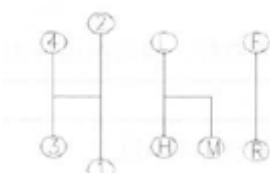

Figura 3-2 Diagrama esquemático de varias combinaciones de las posiciones de las marchas de
• Cambio de lanzadera 12+12 (d en la Figura 3-2)